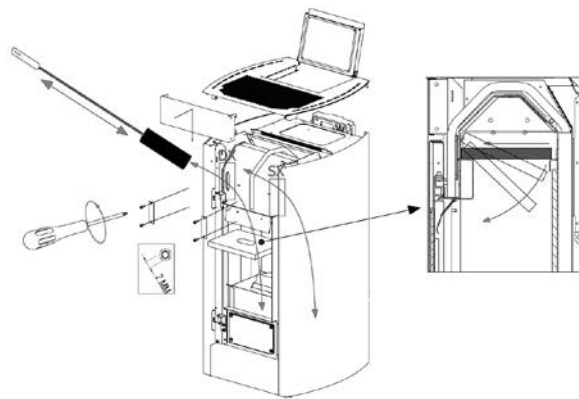

Fig. 39 - Czyszczenie
- Wsunąć deflektor górny (patrz **Fig. 39**), zassać ewentualny popiół i oczyścić ściany wewnętrzne komory spalania.